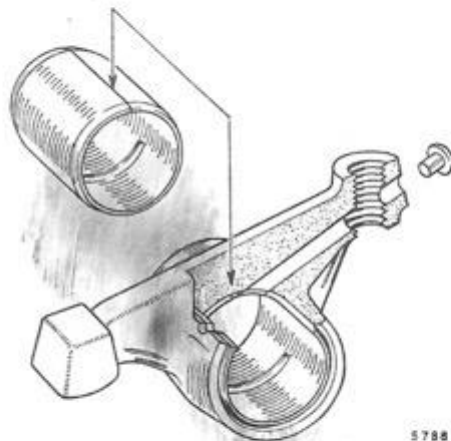

Fig. A.3
10) Anbring bøsningens søm foroven som vist på fig. A.3.